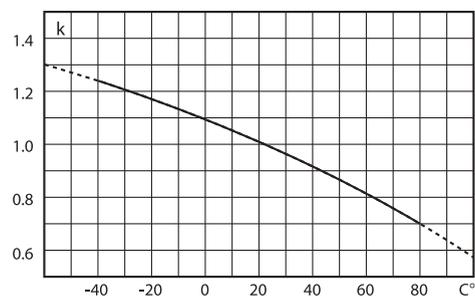

Рис. 2. Поправочный коэффициент K_{TUR}.
- K_{TUR}: значение, приведенное на рис. 2, соответствует температуре воздуха возле предохранителя.